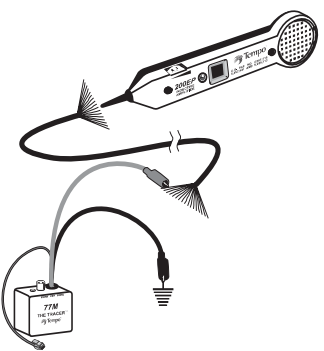

Abb. 3
1. Connect the test leads across the line, or attach one lead to ground and one lead to either side of the line (See Figure 3).
1. Branchez les fils de test aux deux côtés de la ligne ou fixez un fil à la terre et l'autre à l'un des côtés de la ligne (voir figure 3).
1. Die Messleitungen über die Leitung oder eine Messleitung an die Masse und die andere Messleitung an eine beliebige Seite der Leitung anschließen (siehe Abb. 3).